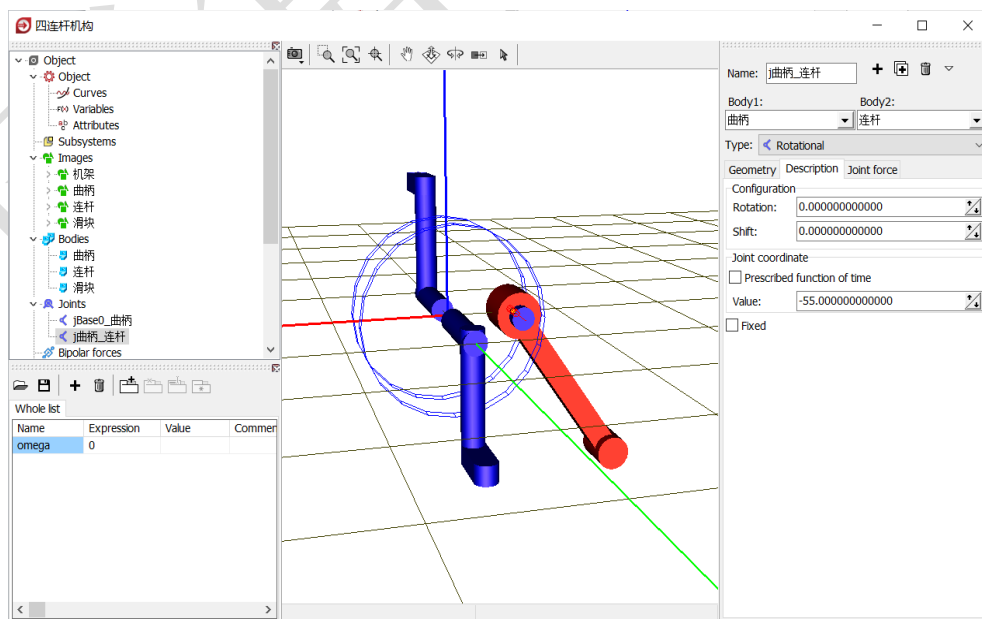

图 2-57
- 13) 切换到 **Description** 页面, 将 **Value** 值设为 $-55 (^{\circ})$, 如图 2-57。表示将连杆相对曲柄转动一定角度作为初始状态。注意对于每一个 Joint, 在局部视图模式下, 显示的都是 Joint 连接的第一个物体的局部坐标系。